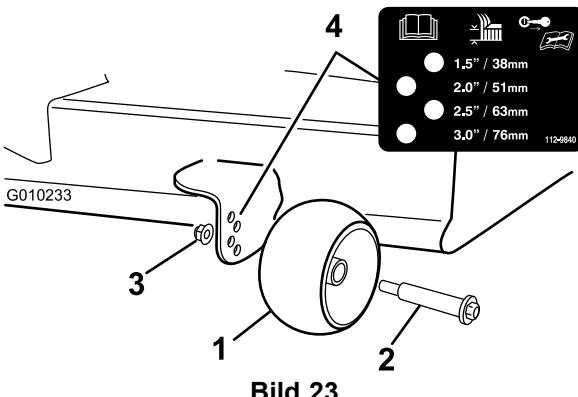

Bild 23
3. Stellen Sie die Antiskalpierrollen so ein, siehe Bild 23, dass sie der Schnitthöheinstellung am besten entsprechen.